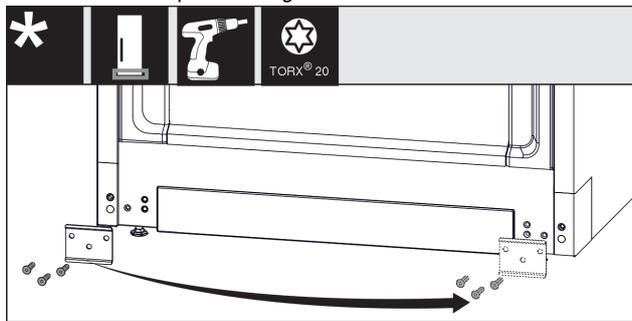

Fig. 19
- Svitare la lamiera Fig. 19 (1), girarla sull'alto lato e riavvitarla.